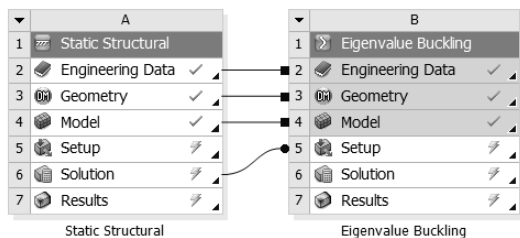

图 14-73 工程数据共享
Step2: 如图 14-73 所示, 此时项目 A 的所有前处理数据已经全部导入项目 B 中, 此时, 如果双击项目 B 中的 B5 Setup 选项即可直接进入 Mechanical 界面。